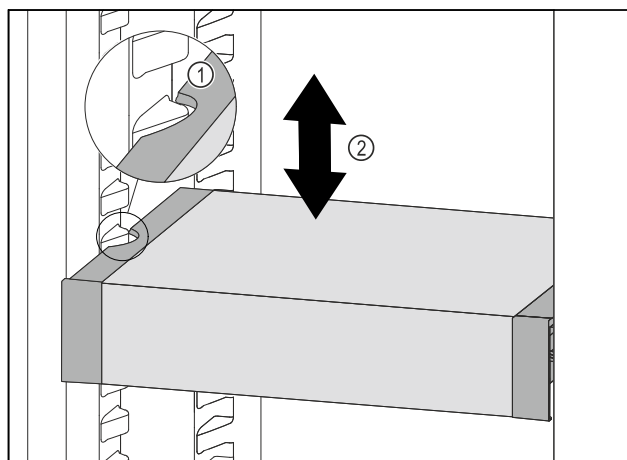

Fig. 58
- ▶ VarioSafe w chłodziarce przesunąć w górę lub w dół, aż zostanie osiągnięta żądana wysokość. Fig. 58 (2)